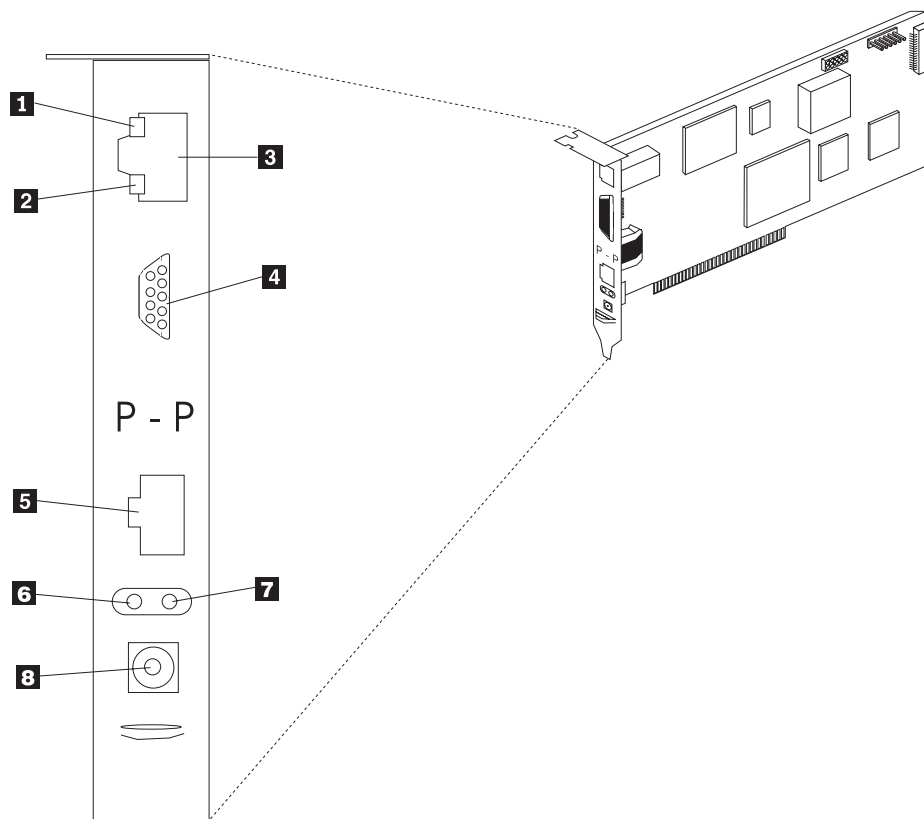

図 84. リモート管理アダプター上のイーサネット LED と外部ポート
2. イーサネット LED をチェックします。LED の位置は、図 84 に示してあります。